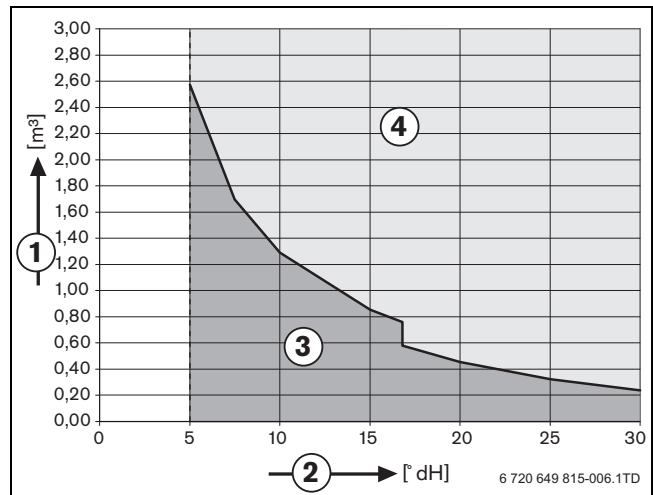

Bild 11 Anforderungen an Füll- und Ergänzungswasser für Geräte bis 50 kW
- Unbehandeltes Leitungswasser nach Trinkwasserverordnung oder vollentsalztes Füllwasser mit einer Leitfähigkeit von ≤ 10 Microsiemens/cm verwenden (→ Bild 11). Grundwasser ist nicht gestattet. Bei Verwendung von Wasserzusatzmitteln, vorab Ihre Buderus-Niederlassung kontaktieren.